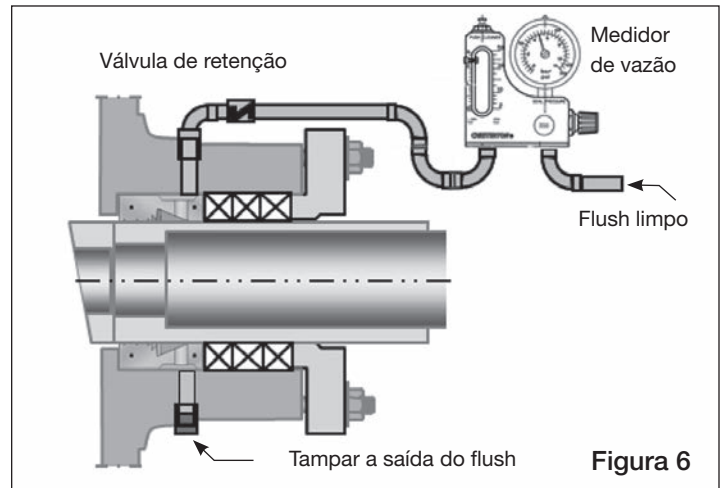

Figura 6
5. **Tampe a porta de saída de flush.** Quando for utilizada tubulação de entrada/saída de flush **usar somente a de entrada (veja a Figura 6)**.
9. Fornecer fluido de flush conectando um medidor de vazão (recomenda-se o Flow Guardian™ S50 da Chesterton®) e uma válvula de retenção na conexão apropriada da tubulação (**Figura 6**).